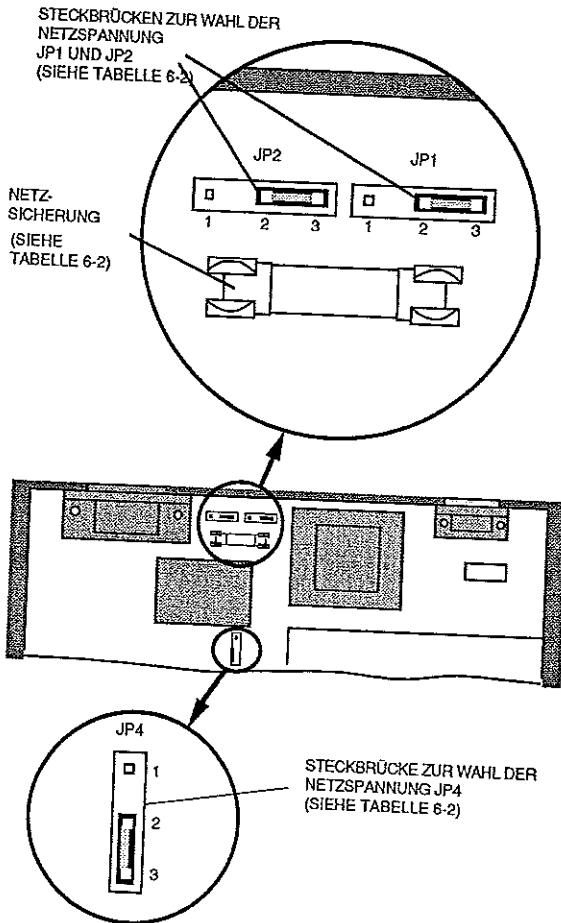

Bild 6-3 Wahl der Netzspannung, Brücken und Sicherungen
- 3) siehe Bild 6-3 zur Lage der Brücken zur Spannungsumstellung
- 4) siehe Bild 6-3 zur Lage der Netzsicherung